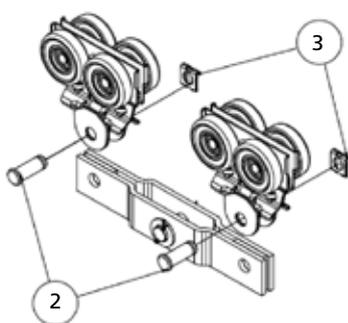

Abb.61
3. Den Verbindungsbügel in die Laufkatzenplatten einführen (Abb. 61)
4. Die Stifte 2 wieder anbringen und die Anschläge 1 wieder in ihren Sitz einsetzen. (Abb. 61)